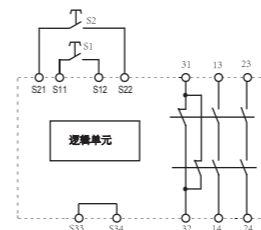

图3 输入回路断开
- ◆输入回路断开（例如：双手按钮释放），见图3：继电器K1和K2断开，状态指示灯“CH1”和“CH2”熄灭，安全触点断开, 辅助触点（31-32）吸合。